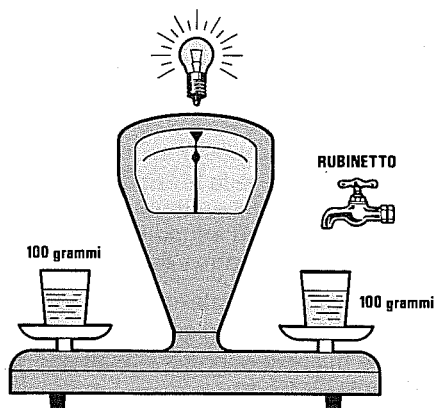

Fig. 12 Quando i due pesi saranno equivalenti, si accenderà la lampada di "aggancio" ed il rubinetto si chiuderà automaticamente.
- Quando la quantità d'acqua versata nel recipiente di destra sarà **equivalente** a quella presente nel recipiente di sinistra, pari cioè a **100 grammi**, la lancetta della bilancia si porterà esattamente al **centro scala** (vedi fig.12).